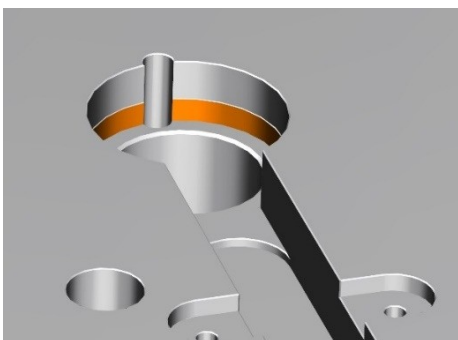

Рисунок 35: Проверка посадочного диаметра под головку инжектора
- 2) Проверьте посадочный диаметр под головку инжектора (рисунок 35). Кроме особых случаев, он всегда выполняется по качеству ØH7 .